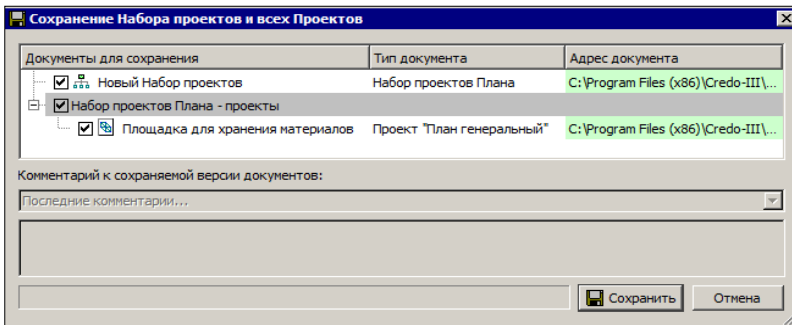

Рис. 3.16
- При помощи флажков можно выбрать документы для сохранения, изменить адреса хранения, имена НП и отдельных проектов (рис. 3.16).
- Нажмите кнопку **Сохранить** (рис. 3.16).